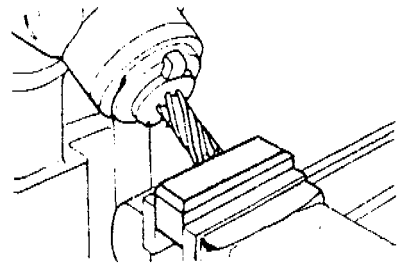

Figura 6
2. Si el cabezal es universal tiene DOBLE articulación, el material puede mecanizarse tanto por desplazamiento transversal como longitudinal ( Figura 6 ).